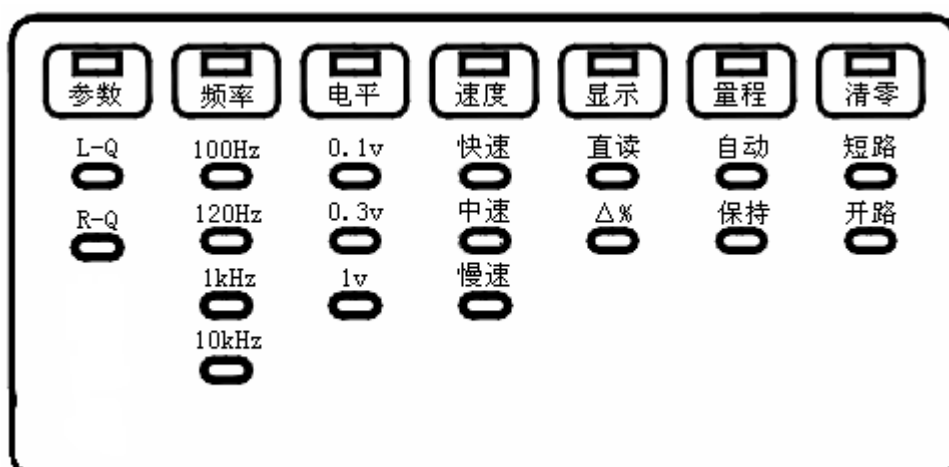

图 4-4 常用状态指示示意图
1、**“测量”状态**：对应七种常用功能的选择，功能直接在面板上指示（见图 4-4），仪器在“**测量**”状态时使用：“ $\wedge$ ”，“ $\vee$ ”，“ $<$ ”，“ $>$ ”，“启动”等按键，即可获得。